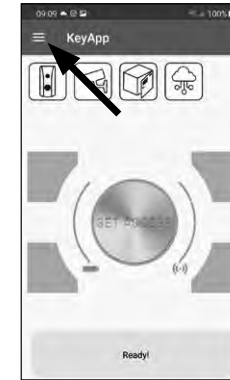

Abb. 56
- 1 Öffnen Sie das Hauptmenü (Abb. 56).